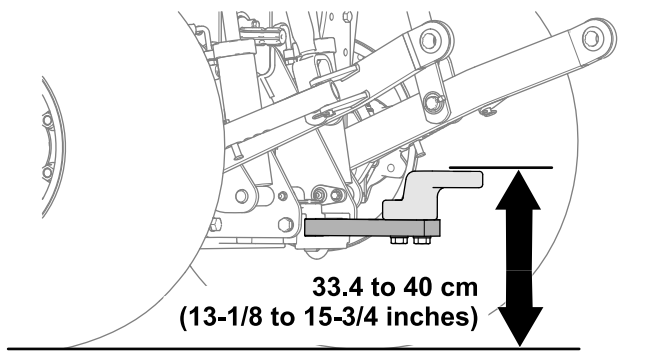

Bild 27
- Arbeitshöhe: 33,4 bis 40 cm; siehe Bild 27.